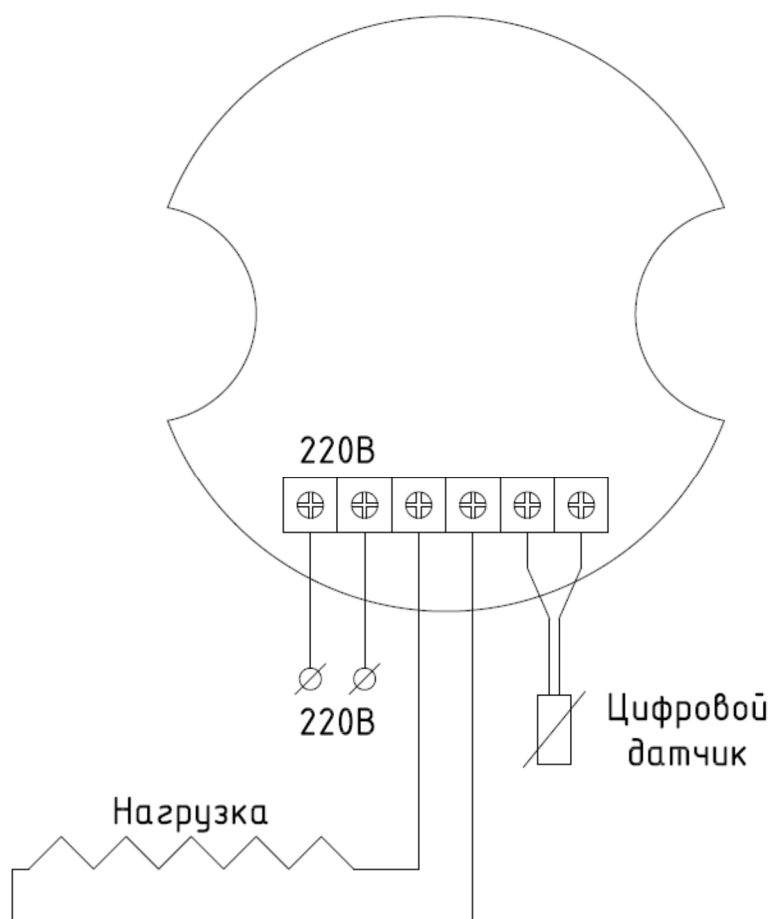

Рис.1
Подключить силовой кабель, нагревательный кабель (нагрузку) и датчик температуры, как указано на рис.1.
- Подсоединить датчик температуры к клеммам 5 и 6 (рис.1).
- Подсоединить нагревательный кабель (нагрузку) к клеммам 3 и 4 (рис.1), при необходимости, через внешнее реле.
- Подсоединить провода питания 220В к клеммам 1 и 2 (рис.1).
Необходимо проверить правильность подключения, согласно схемы рис.1.